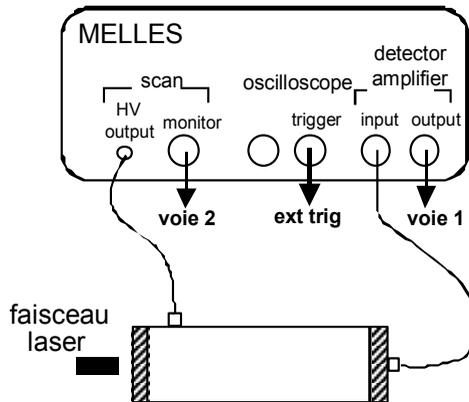

Figure 7 : connexions du Fabry-Perot
- Connectez le Fabry-Perot selon le schéma de la figure 7 ; observez à l'oscilloscope le signal de modulation triangulaire appliqué à la cale piézoélectrique (scan/monitor).